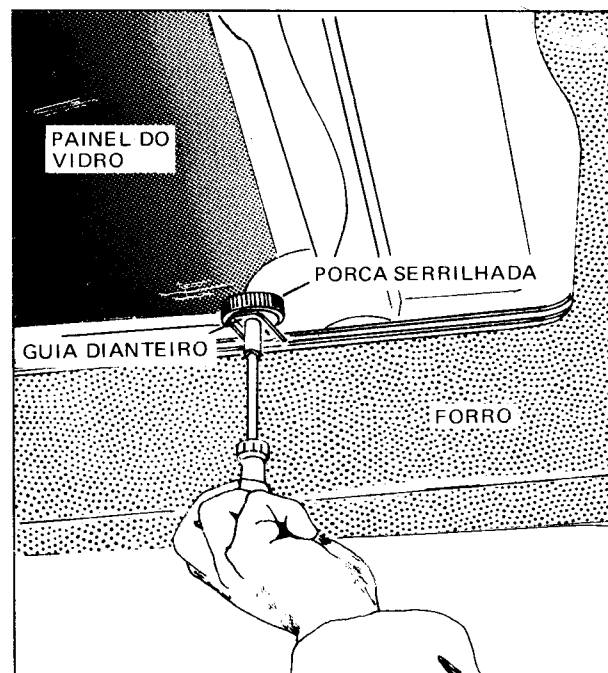

Fig. 4
- 3 – Girar a porca estriada para a direita (direção horária) para baixar o painel, ou para a esquerda para levantar (Fig. 4).